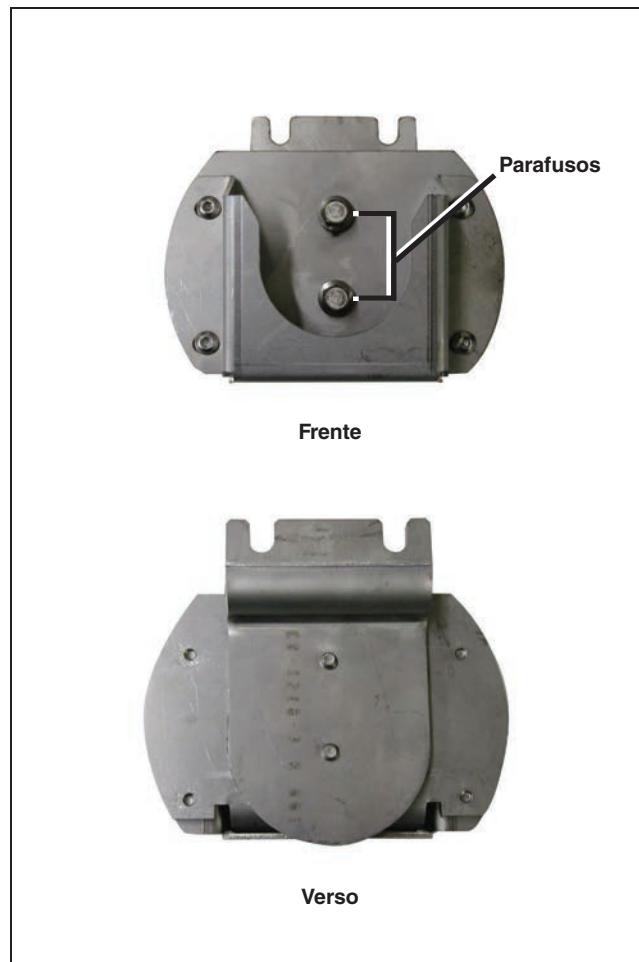

Figura 28. Espaçador da ponte de espera.
- PASSO 1.** Assegure-se que os dois parafusos de cabeça flangeada de  $\frac{1}{4}$ -20  $\times$   $\frac{5}{8}$  de polegada estão afrouxados, ainda instalados na placa traseira do espaçador. Ver Figura 28.